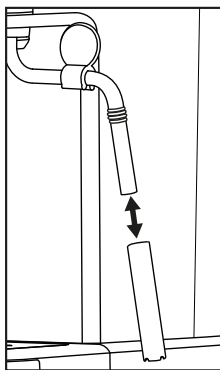

Figure 3
- 3) Fermez le régulateur de vapeur ❸ (tournez jusqu'à la butée dans le sens « O »), arrêtez l'appareil et débranchez la fiche secteur.
- 5) Retirez la gaine du mousseur à lait ❹ (voir figure 3) et nettoyez-la soigneusement dans de l'eau chaude et un peu de liquide vaisselle. Le cas échéant, utilisez une petite brosse pour nettoyer également l'intérieur de la gaine. Rincez ensuite la gaine à l'eau claire.
- 7) Glissez à nouveau la gaine sur la buse (figure 3).